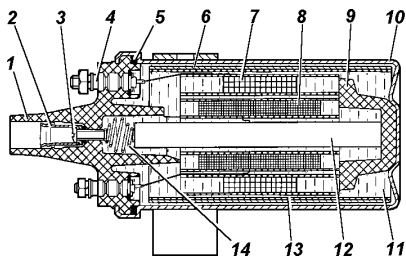

Рис. 8.4. Катушка зажигания:
**Катушка зажигания** (рис. 8.4) предназначена для создания импульсов высокого напряжения, необходимых для зажигания рабочей смеси в цилиндрах двигателя. Катушка представляет собой высоковольтный трансформатор с обмотками низкого (первичная) и высокого (вторичная) напряжений, смонтированный в герметизированном маслonaполненном металлическом корпусе.